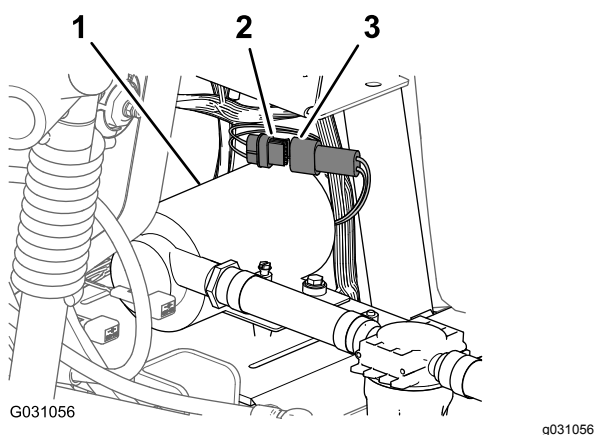

Figura 147
1. Collegate il connettore a 6 pin del cablaggio della pompa di lavaggio al connettore a 6 prese del cablaggio principale posteriore (Figura 147).